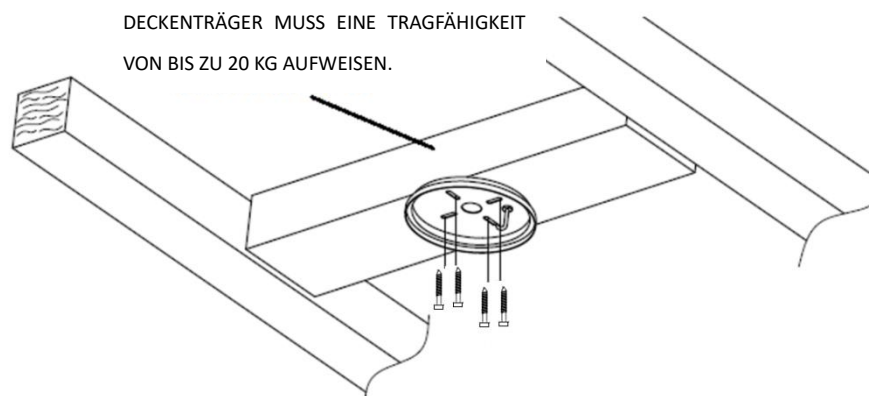

Abb. 2
- Fixieren Sie mithilfe der 4 mitgelieferten langen Schrauben die Halterung an einem Deckenbalken oder einem Deckenträger, der mindestens eine Last von 20 kg tragen kann. Stellen Sie sicher, dass mindestens 30 mm der Schraube in die Halterung eingeschraubt sind. (Abb. 2)